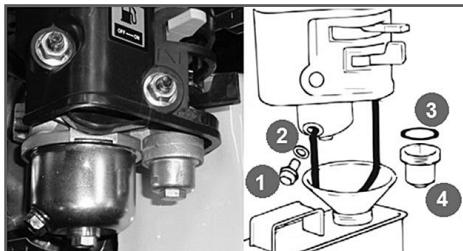

Рис.12 Обслуживание фильтра-отстойника карбюратора
- Открутите болт сливного отверстия (1) и слейте топливо из поплавковой камеры карбюратора (Рис. 12).
4. Открутите стакан отстойника (4), вылейте из него топливо в ранее подготовленную емкость.
- Слейте топливо из топливного бака и карбюратора (Рис.12).